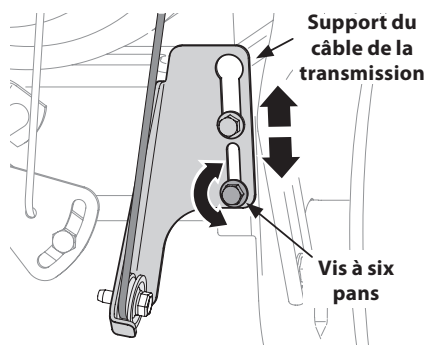

Figure 2-55
2. Desserrez le vis à six pans inférieur sur le support du câble de la transmission. Voir Figure 2-55.